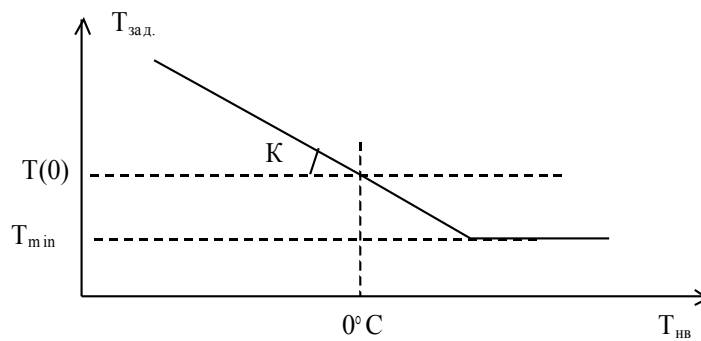

Рис. 2
Вид отопительного графика показан на Рис. 2.
Общий вид отопительного графика показан на Рис. 2.
- **Тобр(0)** - температура обратной воды при $T_{нв}=0^{\circ}\text{C}$ (см. Рис. 2);
- **Накл.Тзmr** – наклон графика ($\Delta T_{зmr}/\Delta T_{нв}$), см Рис. 2;